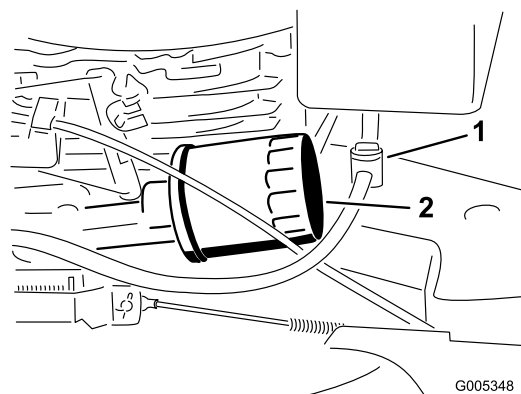

Figure 25
6. Placez un chiffon sous le filtre à huile pour recueillir l'huile qui peut s'écouler lors du retrait du filtre (Figure 25).
3. Fermez le robinet d'arrivée de carburant (Figure 25).